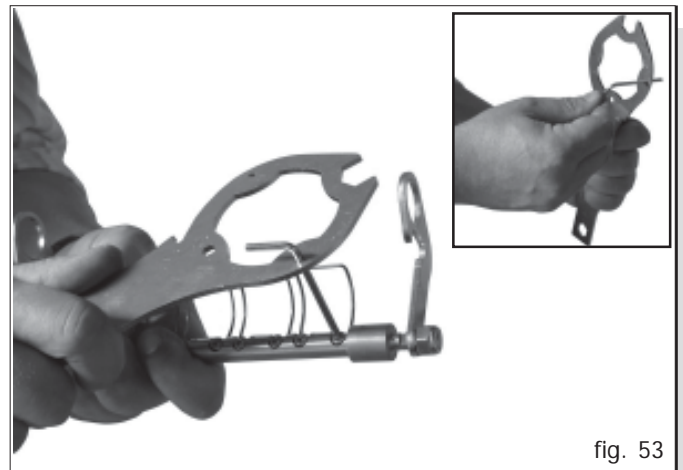

fig. 53
- 5) Mit dem Universalschlüssel und einem zusaetzlichen Sechskantschlüssel (nr. 3) wie im Bild gezeigt die Halteschrauben loesen, ein vollstaendiges Abschrauben ist nicht erforderlich. (Fig.53).